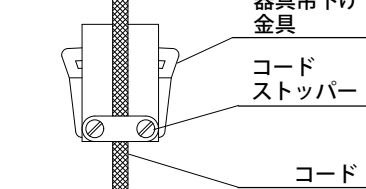

図4 シェードの取り付け
- 8 シェードを本体に確実に取り付けてください。(図4参照)